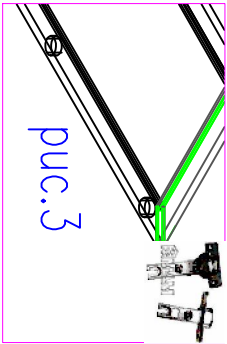

рис.3
3. На посадочные места дет.13,14 установить петли Ф №15 (рис.3)